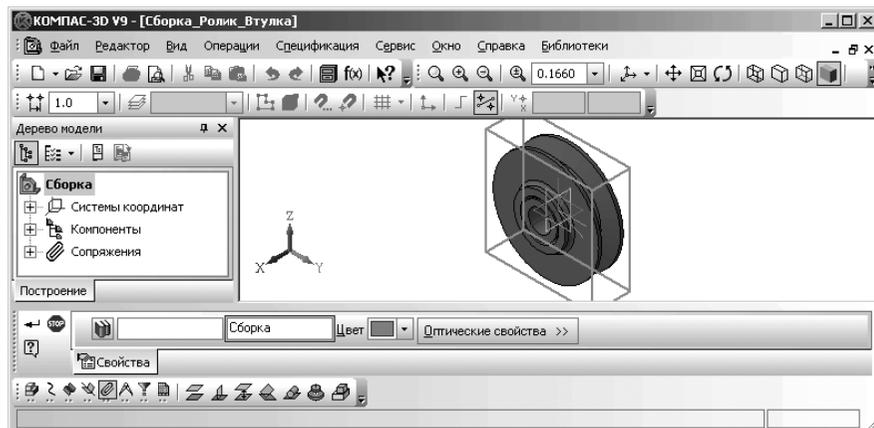

Рис. 6.127. Созданная внутренняя спецификация для сборки – Сборка\_Ролик\_Втулка
- щелкните в главном меню по пункту **Спецификация**, а затем в выпадающем меню по пункту **Редактировать объекты**, а затем в всплывающем меню по пункту **Внутренние** или щелкните в **Компактной панели** по кнопке переключателю – **Спецификация**, а затем по кнопке – **Редактировать объекты спецификации**. В обоих случаях появится окно спецификаций с автоматически сформированной спецификацией для сборки. Это состояние системы показано на рис. 6.127.